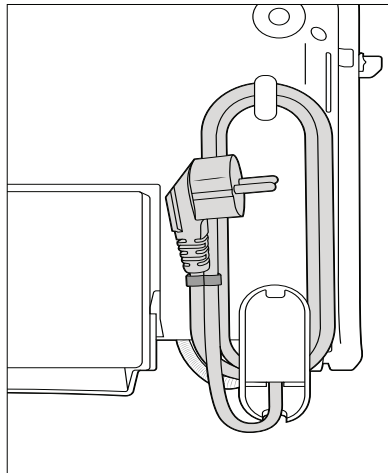

Fig. 2
- ◆ På undersiden af produktet er der en ledningsopvikling **3**. Vikl ledningen i urets retning omkring krogen og produktets fod (fig. 2).